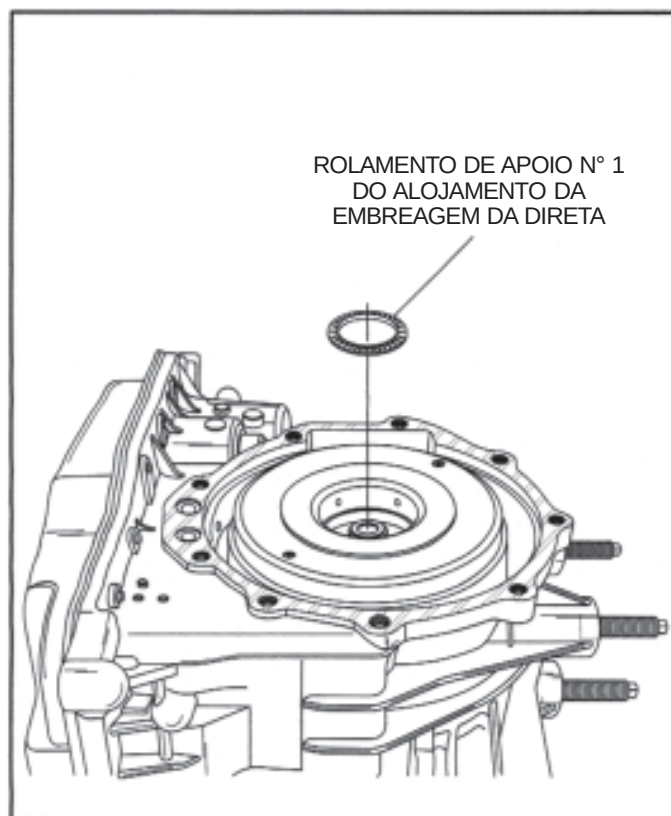

Figura 175
48. instale o rolamento de apoio N° 1 do alojamento da embreagem da direita, com as agulhas voltadas para cima, conforme ilustrado na Figura 175.